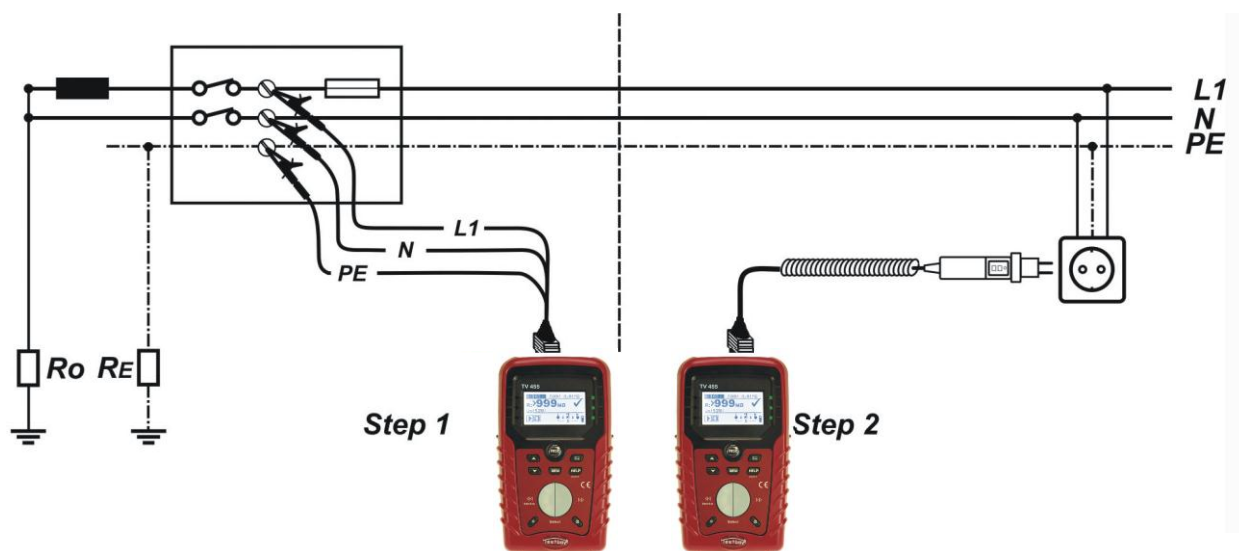

Bild 5.30: Spannungsfallmessung Phase-Nullleiter oder Phase-Phase – Anschluss des Plug Commanders (Netzsteckeradapter) und des Universalprüfkabels
- **Schließen** Sie die Prüfleitungen an der Referenzstelle **an** (siehe Bild 5.30).
- **Schließen** Sie die Prüfleitungen am Prüfling **an** (siehe Bild 5.30).